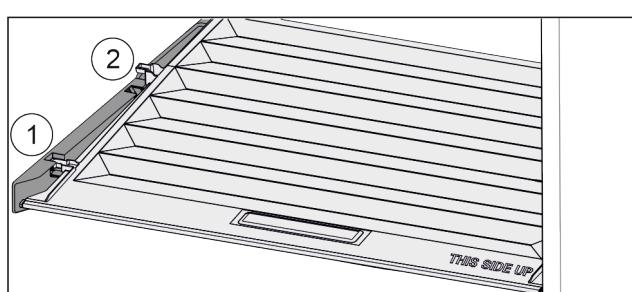

Fig. 48
- Pokrov povlecite naprej Fig. 48 (1) do odprtine v držalnih delih.
- Zadaj ga od spodaj dvignite in odstranite Fig. 48 (2) navzgor.